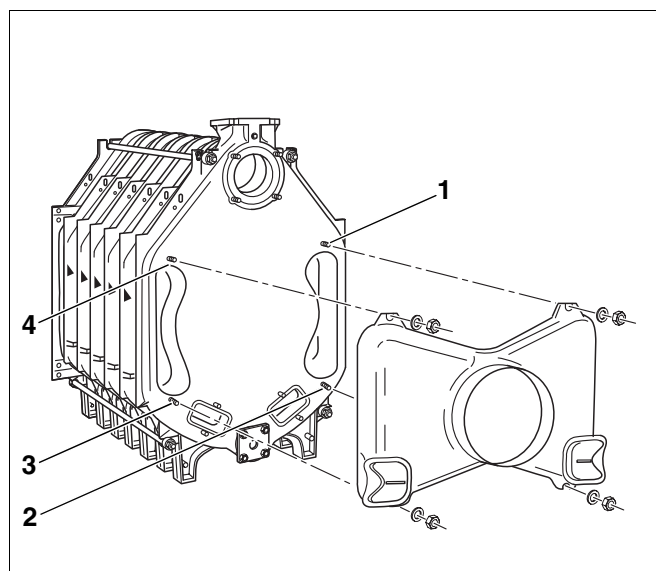

Abb. 29 Abgassammler montieren
- Den Abgassammler auf die vier Stiftschrauben am Hinterglied aufsetzen (Abb. 29, **Pos. 1** bis **4**) und mit Unterlegscheiben und Muttern anschrauben.